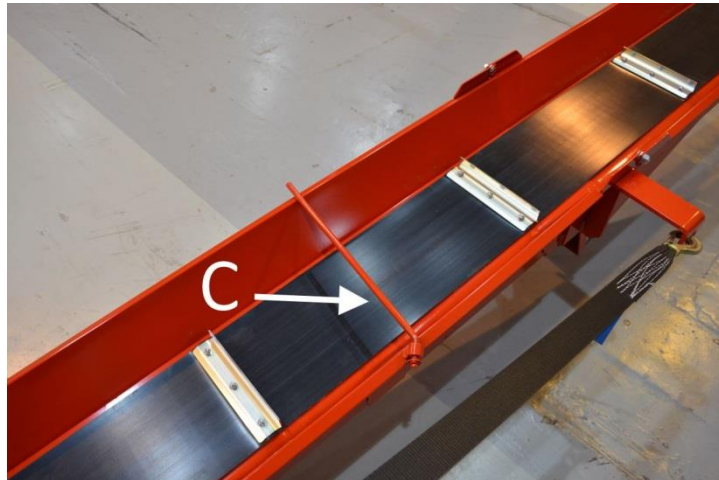

Abb. 4c.
5. Drehen Sie die in Abb. 4c dargestellte Stützstange C des Bandes des Ausstoßförderers zur Seite.
3. Schwenken Sie die in Abb. 4c abgebildeten Stützstange C auf das Band und drehen das Oberteil des Förderers mit dem in Abb. 4c abgebildeten Griff B auf das Unterteil.